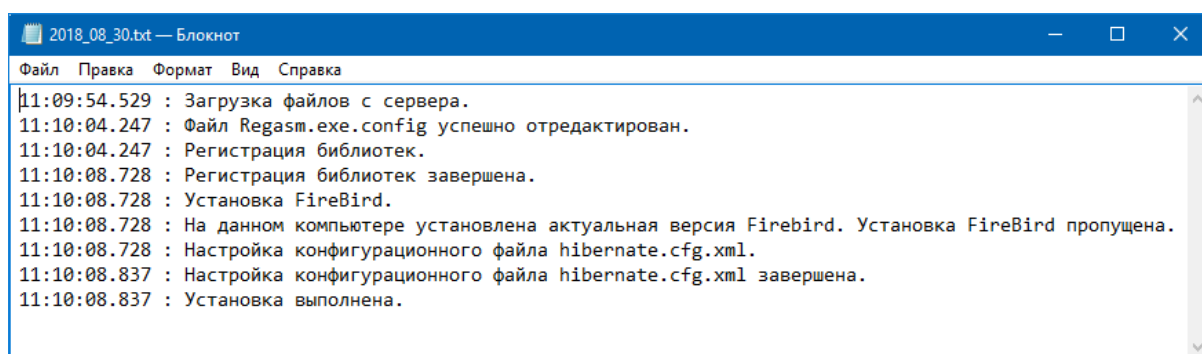

Рисунок 21 – Файл с описанием выполненных действий при установке адаптера
8.1.2.3. В папке, куда был скачан архив, будет создана папка Log с файлом, в котором описаны все действия, которые были проведены при установке адаптера (рис. 21).